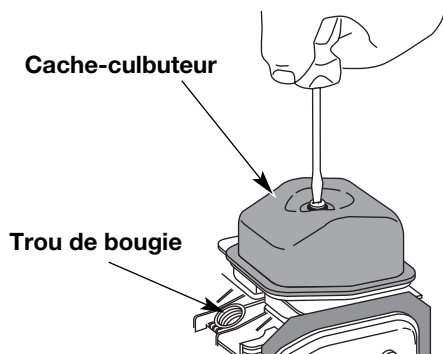

Figure 39
7. Nettoyez toute saleté autour du cache-culbuteur. Retirez la vis retenant le cache-culbuteur à l'aide d'un tournevis à lame plate large ou à mèche no. T-25 Torx (Fig. 39). Enlevez le cache-culbuteur et le joint.
- Le piston est au sommet de sa course lorsqu'on regarde par le trou de la bougie (Fig. 39)